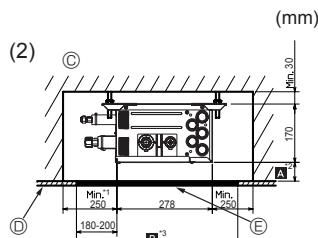
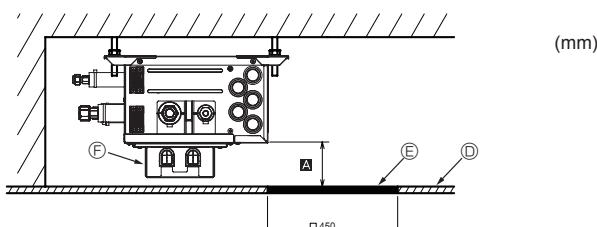

Fig. 4-7
Fig. 4-9
(2) Sett från sidan (Fig. 4-7, Fig. 4-8, Fig. 4-9)
Ställ vid installation av tillvalet reaktordosa in på min. 270 mm <rekommendation> (Fig. 4-9). Ⓐ
I den händelse av "□ 450", förbered ett underhållshål på kretskortssidan (som den visas i Fig. 4-8, Fig. 4-9) där "Min. 300 mm" krävs som avstånd Ⓐ.